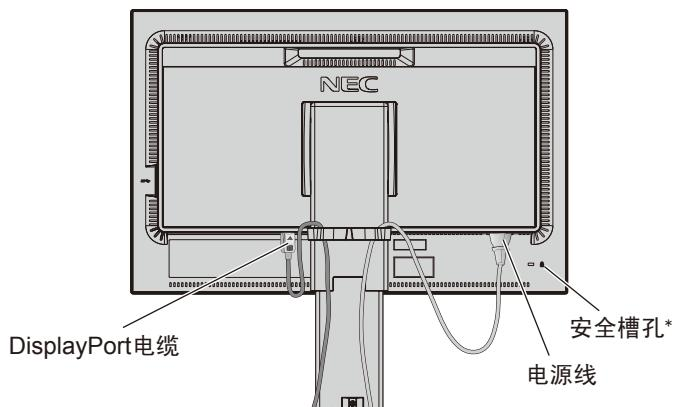
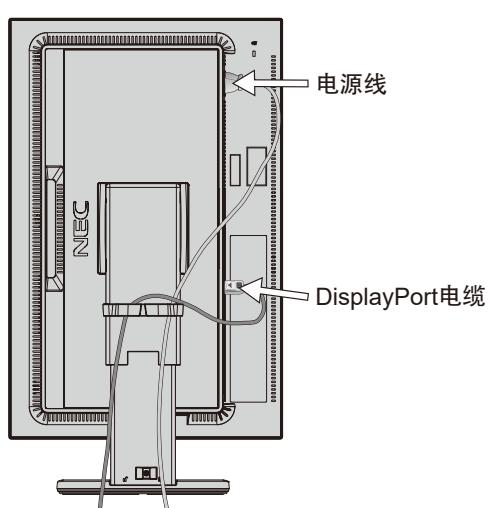

图 C.2
图 C.3
5. 为使缆线整齐有序, 请将它们放入安装在立架上的缆线支架内(图 C.2 和 图 C.3)。